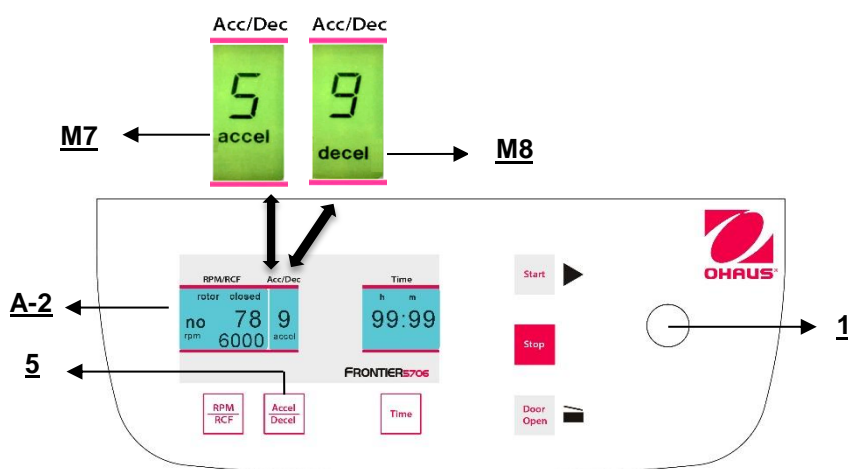

Figura 21
Questa funzione è attivata mediante il tasto **"Accel/Decel"** (5) (fare riferimento alla figura 21).